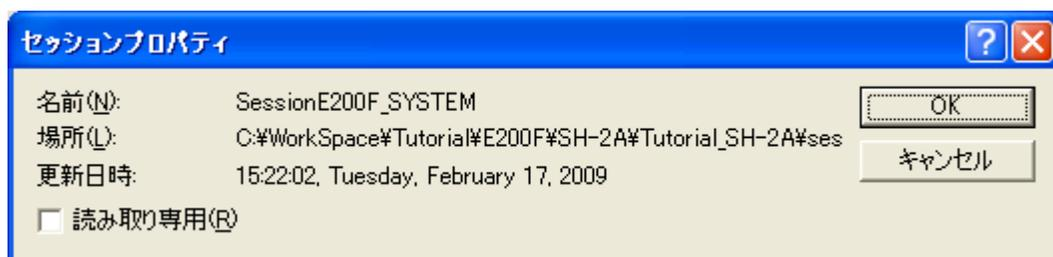

図 4.36 [セッションプロパティ]ダイアログボックス
3. [プロパティ]ボタンをクリックしてください。[セッションプロパティ]ダイアログボックスを表示します(図4.36)。